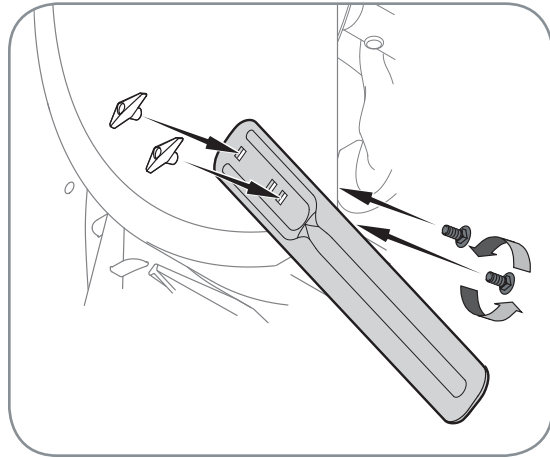

Figure 3-6
- Positionnez les barres de coupe pour qu'elles font face à l'avant comme illustré à la Figure 3-6.